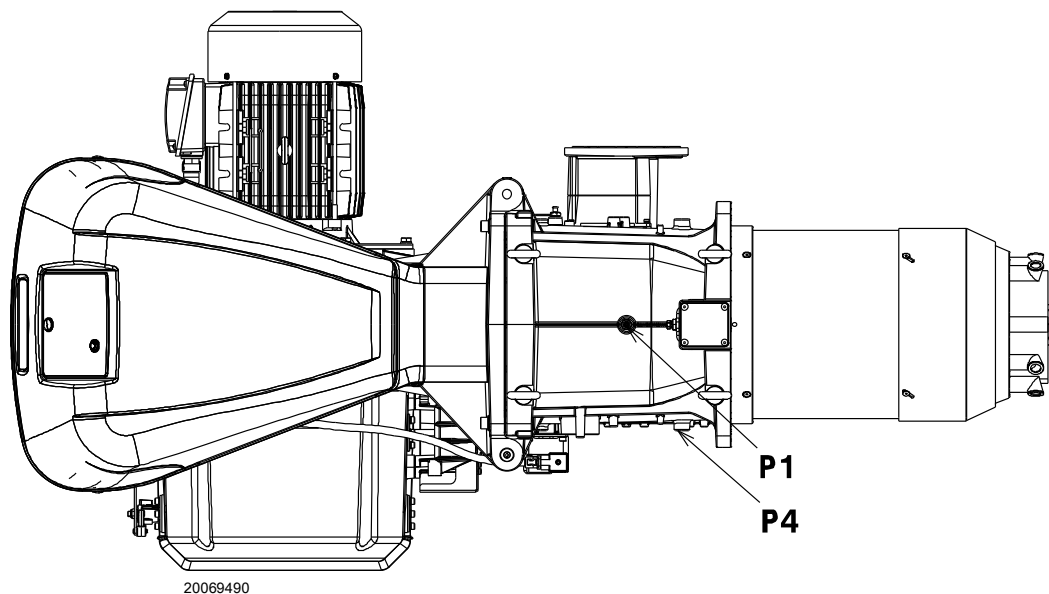

图 23
测试点 P1)(图 23) 处测得的燃气压力，此时：
- 用测试点 P1)(图 23) 测得的燃气压力减去炉膛压力。
测试点 P1)(图 23) 处燃气压力=58.1 mbar
计算燃烧器以最大出力运行时，测试点 P1)(图 23) 处所需燃气压力：
- 读出右边栏 1 所示测试点 P1)(图 23) 压力。
测试点 P1)(图 23) 处所需燃气压力。